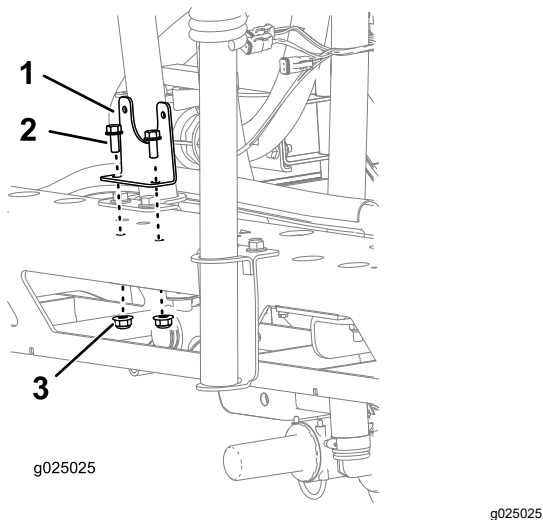

Figure 1
2. Fixez le support au cadre au moyen des 2 boulons (5/16" x 3/4") et 2 contre-écrous (5/16"), comme montré à la Figure 1.